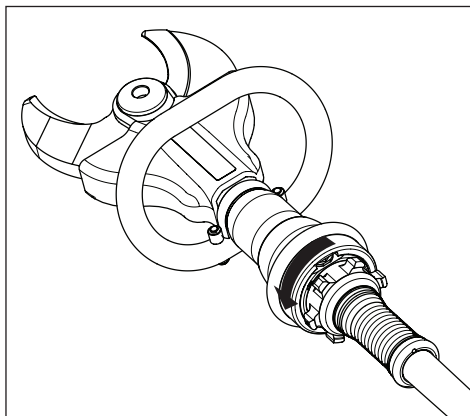

Figura 6, Cesoia aperta
- Per aprire le lame: ruotare la manopola verso sinistra e tenerla in quella posizione. Vedere la figura 6.